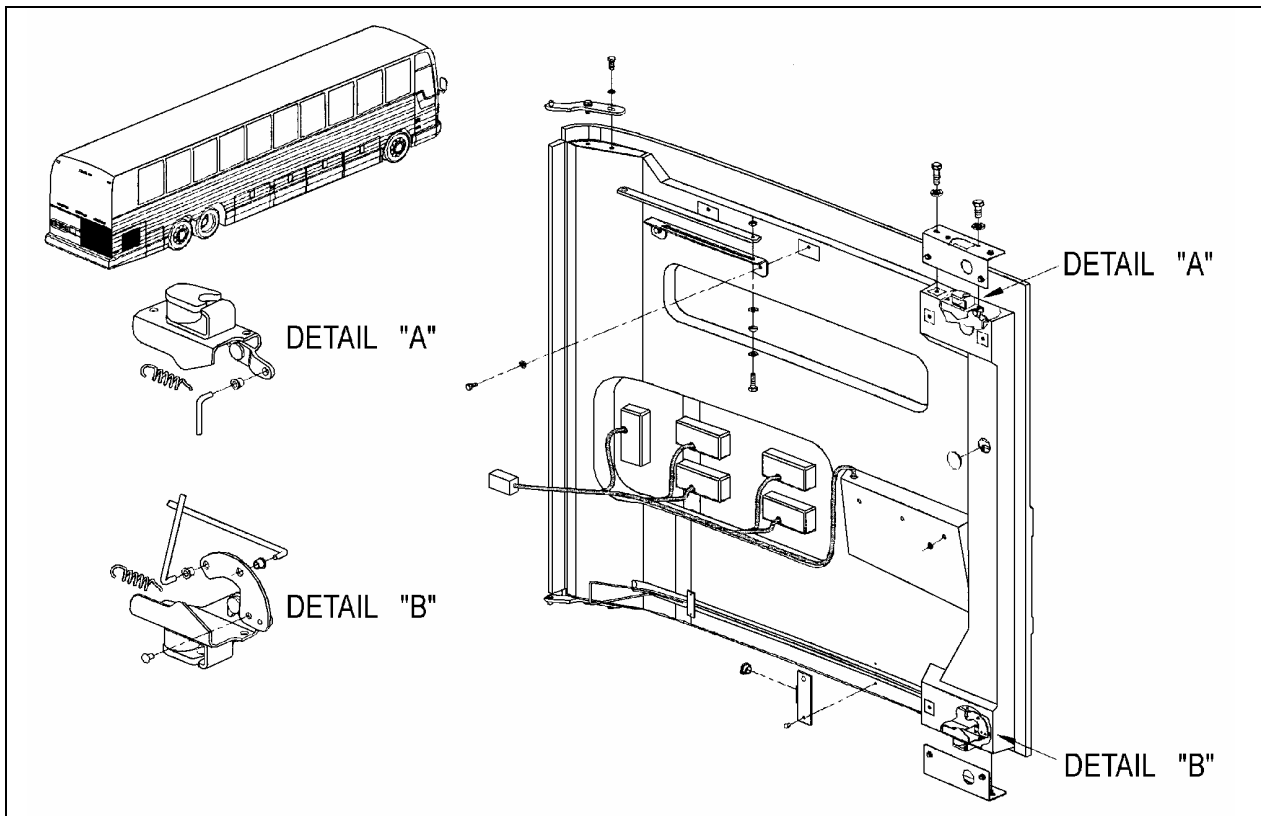

FIGURE 1 : ANCIEN MÉCANISME D'OUVERTURE
2. Retirer l'ancien mécanisme d'ouverture des portes, c.-à-d. les supports de la tige de commande et la tige, les loquets supérieur et inférieur de la porte et les gâches (voir la figure 1).